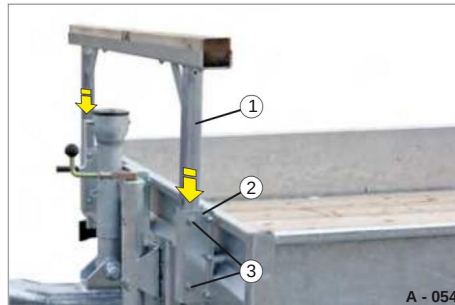

Fig. 58 Staffa di supporto fissata alla parete frontale
- ÿ Se necessario, rimuovere il collegamento a vite dai montanti della parete anteriore (Fig. 58/1).
- ÿ Contemporaneamente inserire il telaio di supporto (Fig. 58/4) nel montante della parete anteriore (Fig. 58/1).
- ÿ Fissare il telaio di supporto con il collegamento a vite (Fig. 58/2).